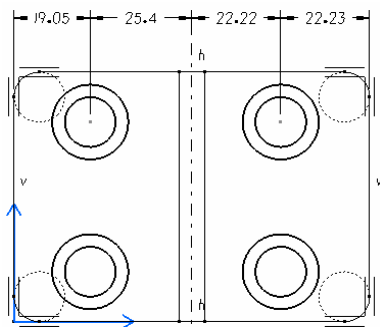

图 6-342
- » 步骤03 接着单击第三边、第四边等, 即可连续标注, 如图 6-342 所示。